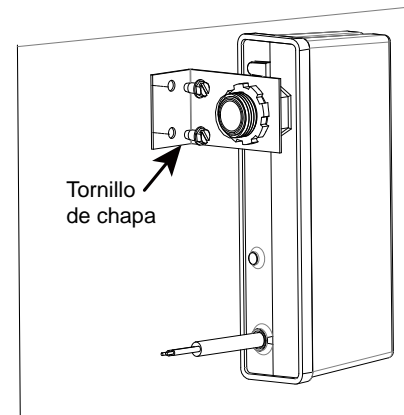

Figura 2. Montaje del Compresor Defender™ en la unidad condensadora.
**NOTA:** Si desea instalar el *Compressor Defender™* dentro de una unidad condensadora, perfore dos orificios en la lámina de metal y, luego, inserte el sujetador en L en el *Compressor Defender™*, sobre los orificios y fije la conexión con los dos tornillos de chapa proporcionados por el cliente. Consulte la Figura 2.